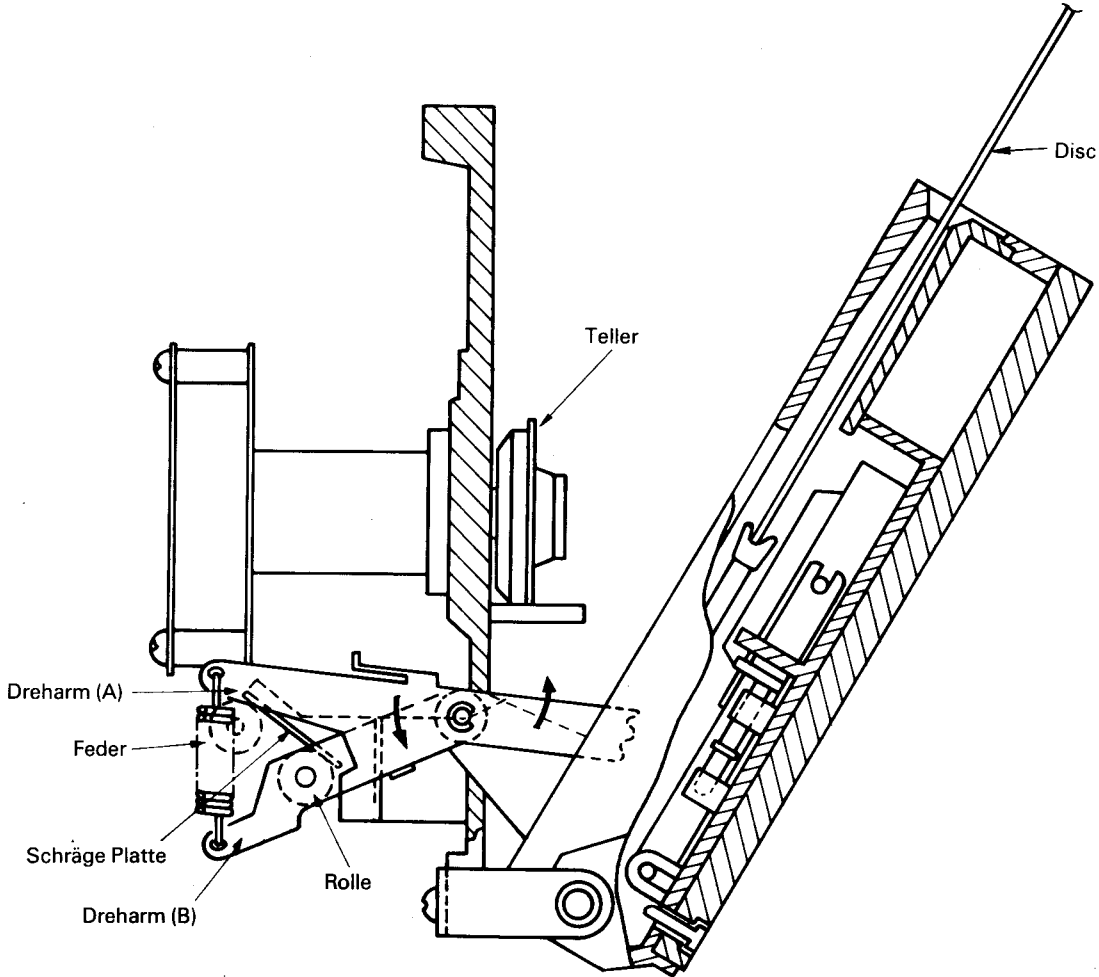

Fig. 60
brachten Rollen die schräge Platte. Dreharm (A), der über eine Feder mit Dreharm (B) verbunden ist, bewegt sich in Richtung der Pfeile. (Siehe Abb. 60).
3. UP-Position für die DISC (2)
Das Gleitstück bewegt sich in Richtung der mit ① gekennzeichneten Pfeile, und zwar zusammen mit der Bewegung des Dreharms (A) die in Abb. 60 gezeigt wurde. Die Stifte an den beiden Hebern gleiten in der